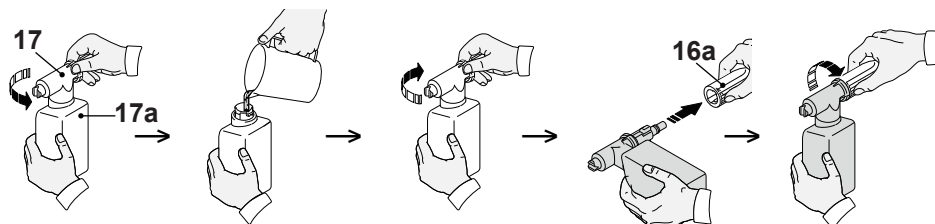

Fig. 11
1. Remova o pulverizador de detergente (17) do depósito (17a) ao girá-lo no sentido inverso ao dos ponteiros do relógio.
3. Monte o depósito (17a) com o pulverizador de detergente (17).
4. Encaixe de forma segura o pulverizador de detergente na porta de ligação (16a) da pistola de pulverização (16) ao rodá-lo no sentido dos ponteiros do relógio para o trancar no sítio (Fig. 11).